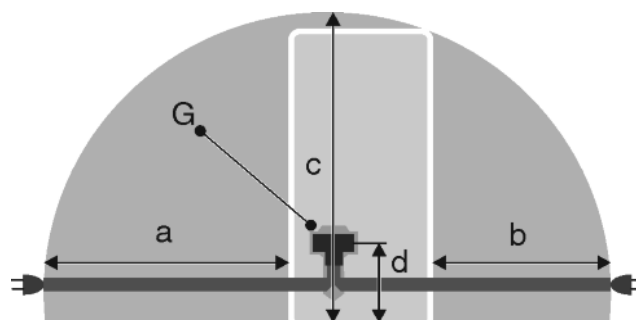

Fig. 26
- Контактът трябва да е извън зоната на задната страна на уреда и в рамките на дефинираната зона *Fig. 26 (a, b, c)*.
- ▶ Включете щепсела на уреда *Fig. 26 (G)* от задната страна на уреда. Обърнете внимание на доброто фиксиране.